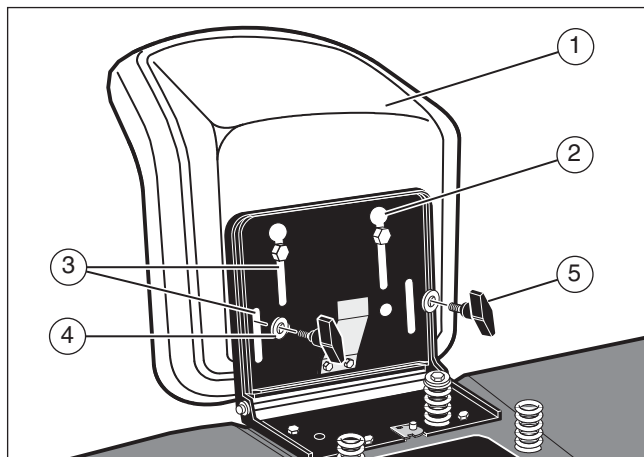

Figure 2
2. Alignez les orifices dans la charnière du siège (2) aux orifices du siège (1) (Figure 2). Attachez le siège à la charnière du siège à l'aide des attaches (4) et (5).
3. Vérifiez la position de fonctionnement du siège. Si le siège a besoin d'être ajusté, desserrez les boulons à oreilles. Faites glisser le siège en avant et en arrière le long de la fente de réglage du siège (3). Resserrez les boulons à oreilles.